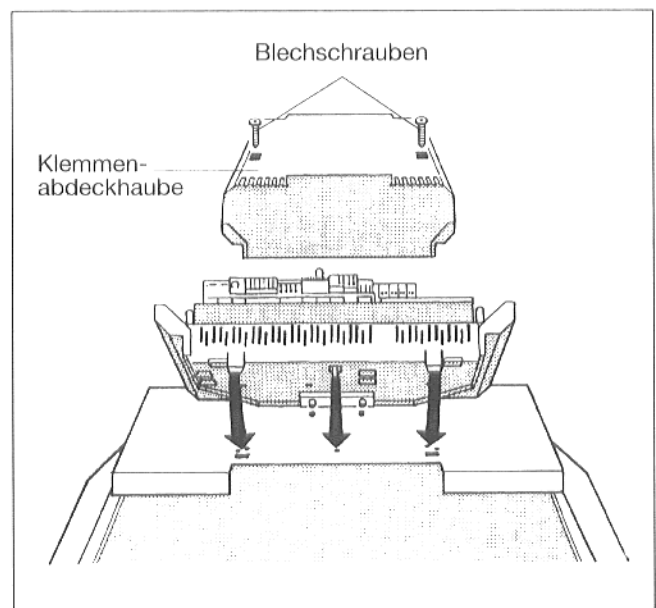

Abb. 15
- Die beiden Schrauben der Klemmenabdeckhaube des Regelgerätes herausdrehen. Klemmenabdeckhaube entnehmen (Abb.15).
- Klemmenabdeckhaube aufsetzen und am Regelgerät festschrauben (Abb. 15).
- Klemmenabdeckhaube aufsetzen und mit 2 Blechschrauben verschrauben (Abb. 15).